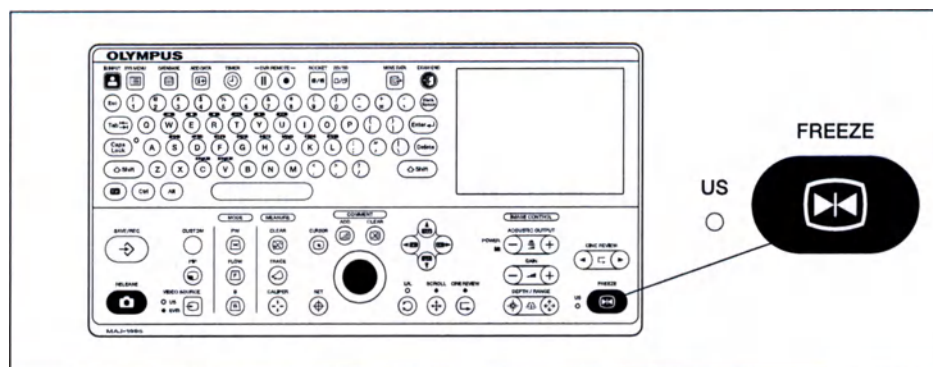

Рисунок 7.42
- При включении режима стоп-кадра светодиод под буквами «US» слева от клавиши FREEZE клавиатуры будет светиться. В режиме EVIS данный светодиод US отличается. (см. рис. 7.42)